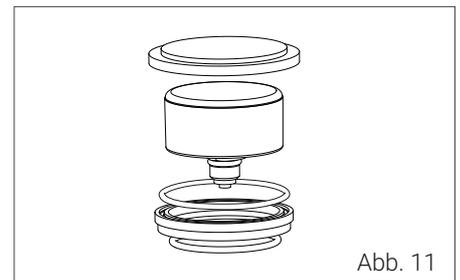

Abb. 11
- 6 Bereiten Sie jetzt die neue Manometereinheit (31) vor, indem Sie den größeren O-Ring (34) oben in die Nut des neuen Gehäuserings (35) einlegen, von unten den etwas kleineren O-Ring (36) im Manometerhalter platzieren und beides von unten über das neue Manometer schieben (Abb. 11).
Beim Austausch vom Schutzglas (33) müssen Sie lediglich den Manometerhalter (32) von der Luftpumpenabdeckung (19) schrauben (Pkt. 4) und das vorhandene Schutzglas durch das neue ersetzen. Achten Sie beim Einsetzen des neuen Schutzglases darauf, dass sich der kleine Durchmesser oben befindet (Abb. 11).